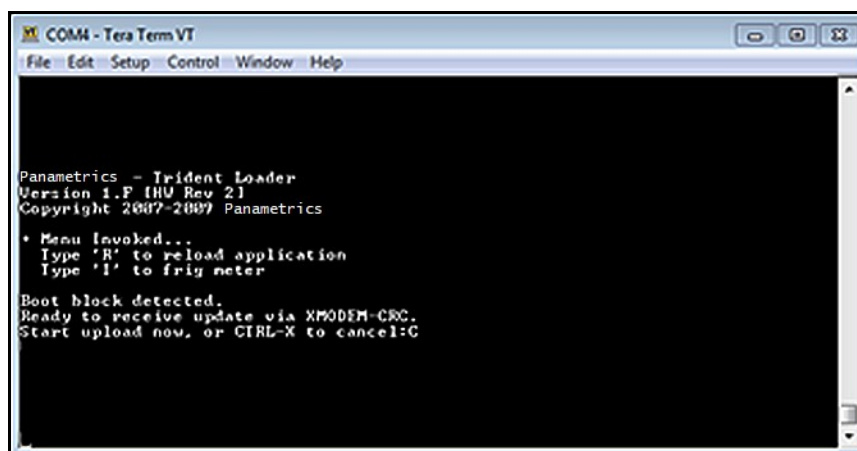

Abbildung 83: Tera Term gibt an, dass das Messgerät zum Empfang der Aktualisierung bereit ist
2. Drücken Sie auf Ihrer PC-Tastatur die Taste **R** (Groß- oder Kleinschreibung). Daraufhin gibt das *Tera Term*-Terminalfenster an, dass das Messgerät bereit ist, die Aktualisierung über XMODEM-CRC zu empfangen (siehe *Abbildung 83* unten). Wählen Sie die Optionen *File*, *Transfer*, *XMODEM* und *Send* in den aufeinanderfolgenden Dropdown-Menüs aus.